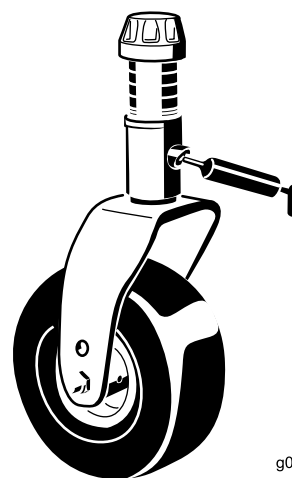

Figure 38
- Bagues d'axe de fourche de roue pivotante (2) (Figure 38)